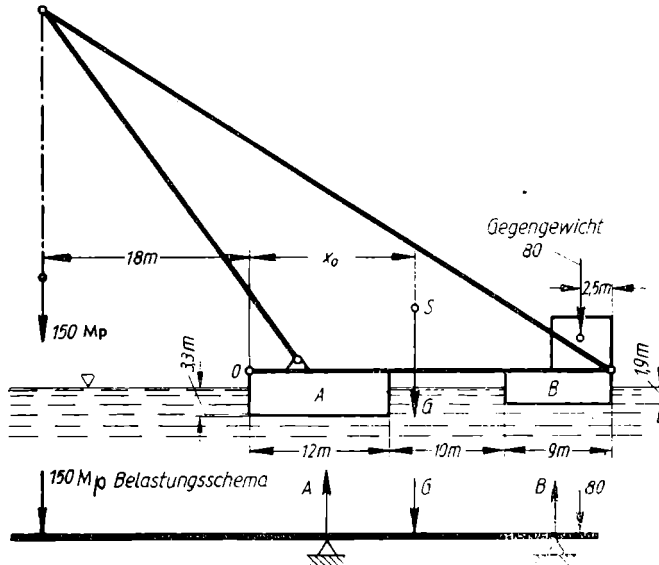

Bild 240
52. Der Schwimmkran einer Schiffswerft ruht nach Bild 240 auf einem prismatischen vorderen Schwimmkasten (Ponton) A von 12 m Länge und 32 m Breite und einem hinteren Schwimmkasten B von 9 m Länge und 32 m Breite. Die Nutzlast 150 Mp hängt in 18 m waagerechter Ausladung vor der Vorderkante O des Kastens A. Ein 80 Mp schweres Gegengewicht ist auf dem Kasten B in 2,5 m waagerechter Entfernung von dessen Außenkante angeordnet. Bei dieser Belastung taucht der Kasten A 3,3 m, der Kasten B 1,9 m tief in das Wasser ein. Zu berechnen ist
a) der Auftrieb der Schwimmkästen *A* und *B*; b) das Eigengewicht *G* des Krans, d. h. das gesamte schwimmende Gewicht außer Nutzlast und Gegengewicht; c) der waagerechte Abstand x_0 des Schwerpunktes *S*, in dem das Krangewicht *G* angreift, gemessen von der Vorderkante *O* des Kastens *A*. Belastungsschema des vorliegenden Trägers auf zwei Stützen siehe Bild 240!